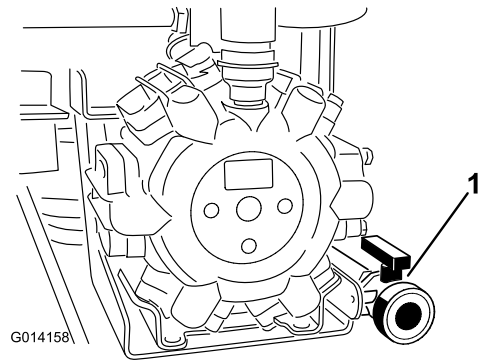

图22
2. 找到机器后部的药缸排水阀**图22**。该阀门位于泵的后面、安装在支撑托架上。